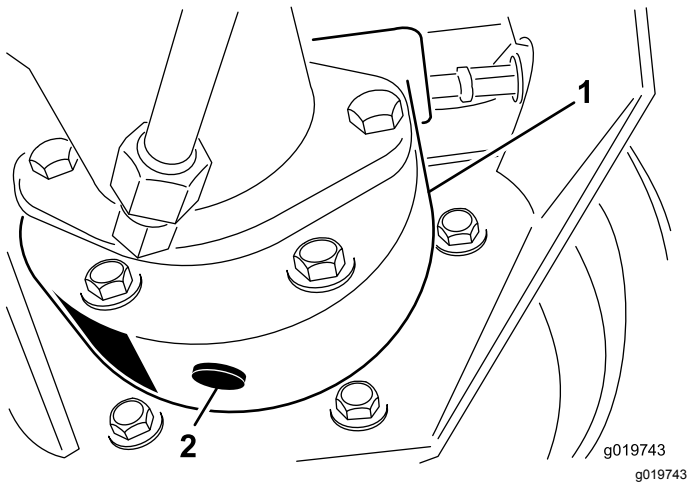

Bild 82
3. Stellen Sie eine Auffangwanne unter das Bremsgehäuse, entfernen Sie die Ablassschraube und lassen das Öl ablaufen (Bild 82).